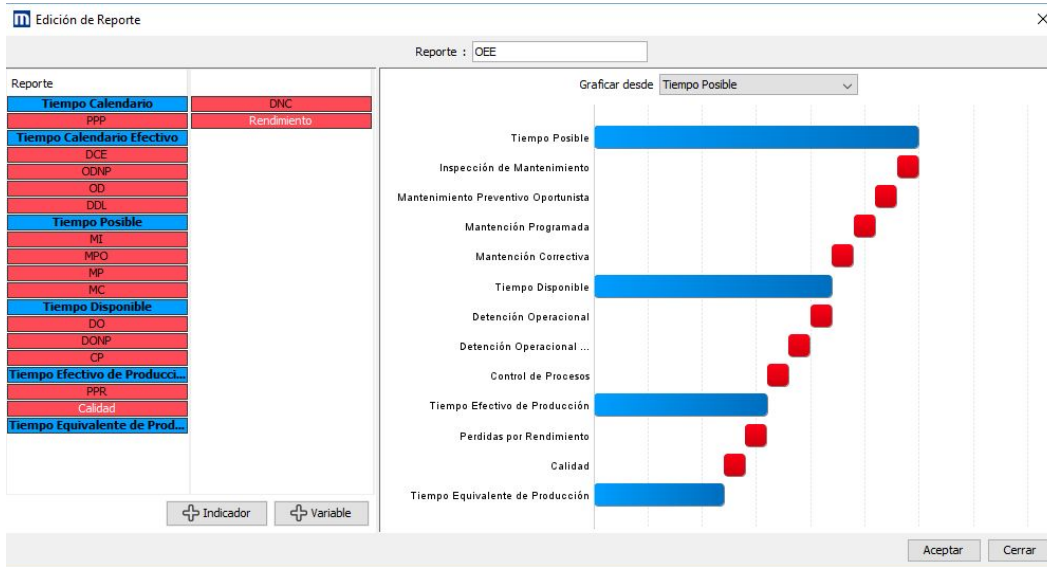

Ilustración 6: Edición de Reporte
- Se abrirá un Diálogo con una tabla a la izquierda, que permite arrastrar las tuplas o indicadores que no se deseen hacia la derecha, y agregar las que se deseen a la izquierda. Las celdas en rojo son tuplas y no son editables, las celdas azules son Indicadores y son editables. A su vez, se pueden agregar nuevos indicadores seleccionando **“+ Indicador”**. También se puede seleccionar desde qué indicador se desea graficar en **“Graficar Desde”** (Ver Ilustración 6).